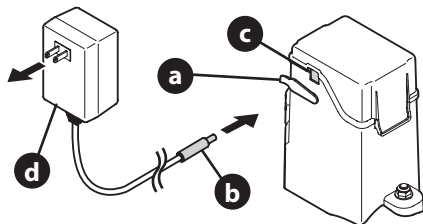

Figura 44
- Abra la tapa del puerto de carga (a) y enchufe el cable del cargador (b) en el puerto de carga (c) (Figura 44).
- Enchufe el cargador de la batería (d) en un tomacorriente residencial estándar de 120 V (Figura 44).